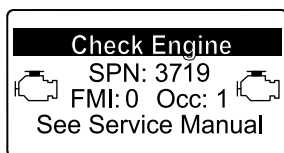

Рисунок 51
- Предупреждение о двигателе SPN 3719, FMI 0 (Рисунок 51)